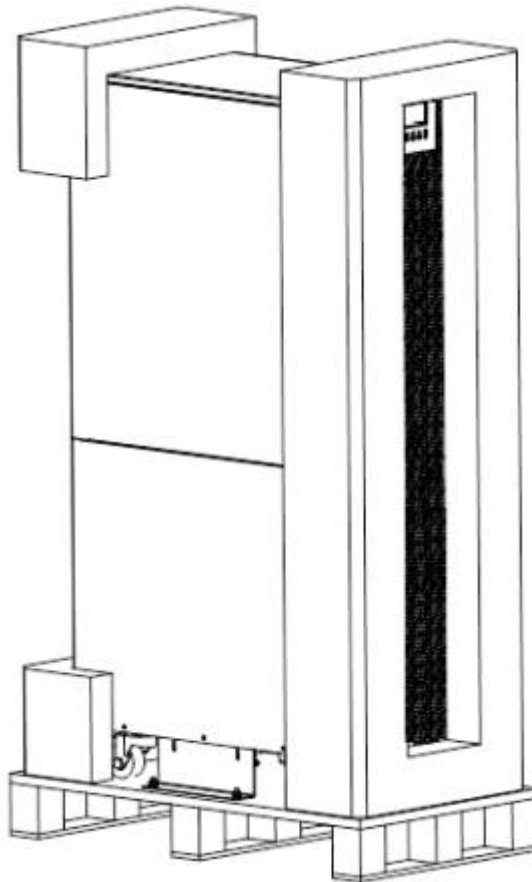

Рис. 2-6 Снятие упаковки
3. Снимите упаковку (см. Рис.2-6).